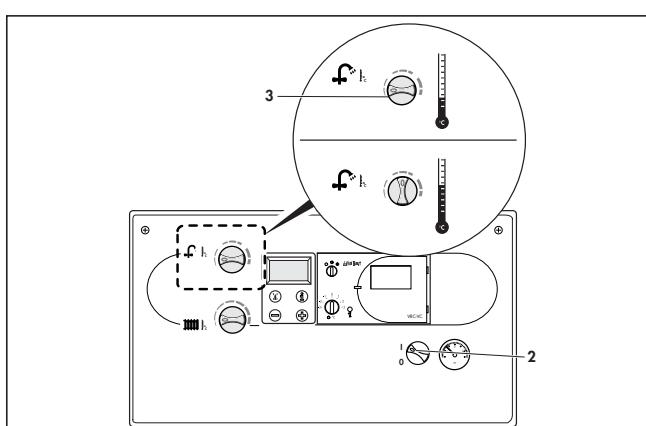

Fig. 5: Prepararea apei calde menajere
La o duritate a apei mai mare de 10°dh (1,79 mol/m³), fixați comutatorul (3) cel mult în poziția de mijloc (fig. 5).